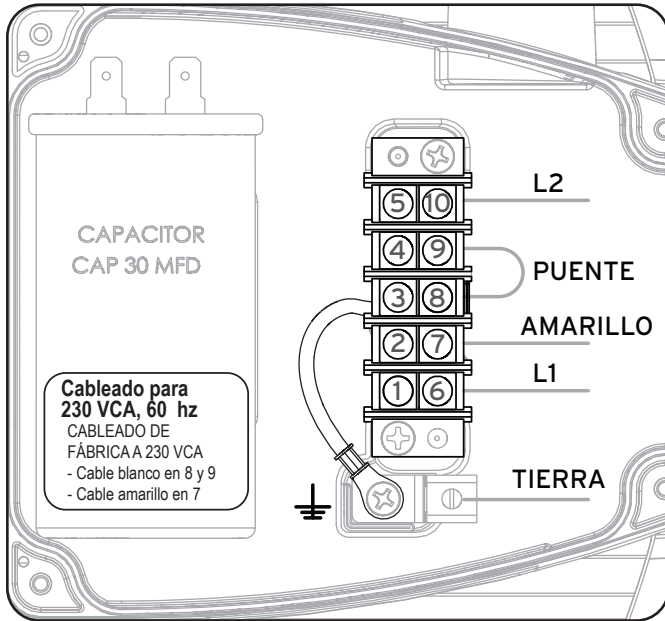

Figura 5. Cableado de fábrica para 230 VCA
3. Conecte el suministro de electricidad en función de la Figura 5.
4. Fije el conducto al puerto de conexión con un codo de ½" o una conexión similar. Consulte la Figura 5. Tenga cuidado de no dañar ni desgastar ninguno de los cables.